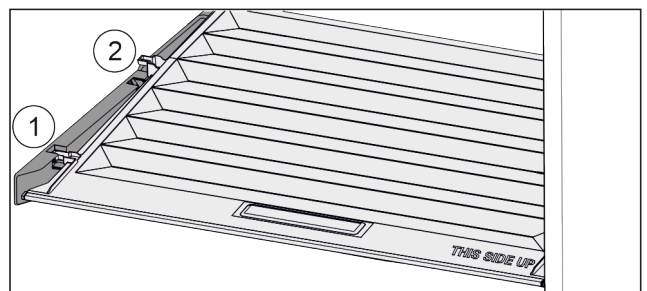

Fig. 94
- ▶ Tirare in avanti il coperchio fino all'apertura nei fermi. Fig. 94 (1).
- ▶ Sollevare posteriormente dal basso e togliere verso l'alto. Fig. 94 (2).